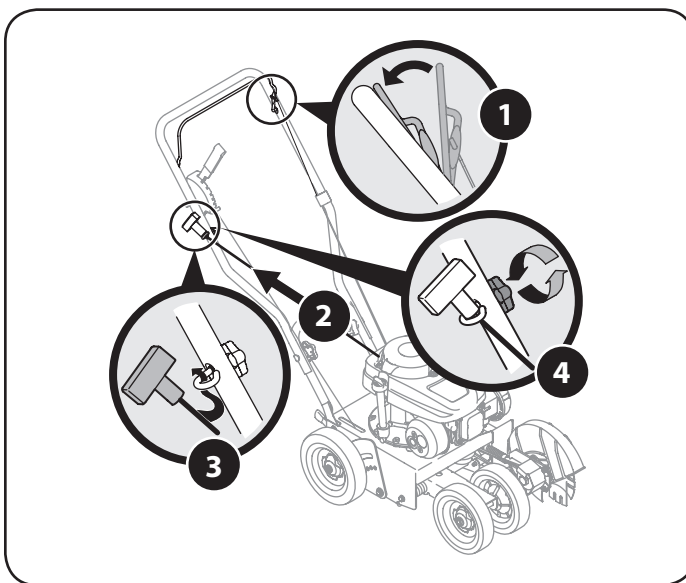

Figura 5
1. Busque la guía del cable y el pomo de mariposa se encuentra en la bolsa manual. Mediante el mando de ala, seguro, pero no apriete la guía de la cuerda para el lado derecho de la manija superior como se muestra en la Figura 5.
NOTA: La cuerda de arranque no se separa del motor a menos que el control de la cuchilla (consulte la Figura 5) esté presionado contra la barra superior.